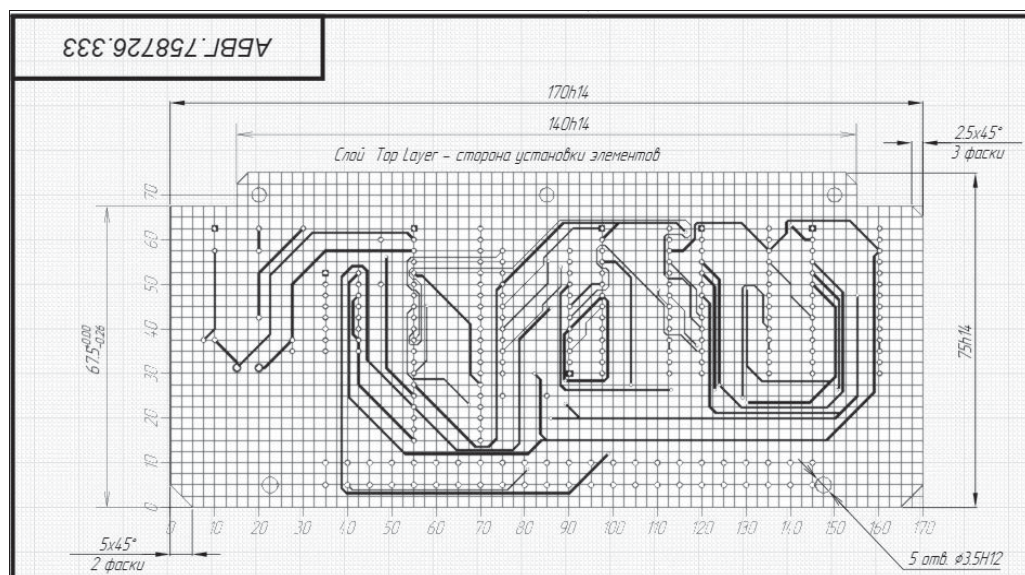

Рис. 12.32. Вид верхнего слоя платы с нанесенной координатной сеткой
7. Выбрать механический слой, в котором вычерчена сетка, и установить «глазком»  видимость координатной сетки (рис. 12.32).